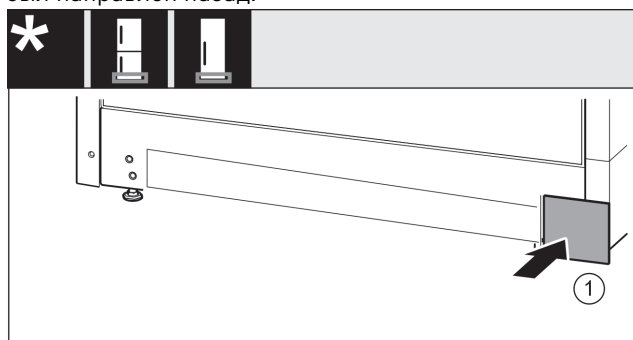

Fig. 45
- Снова установите крышку Fig. 45 (1) с другой стороны.